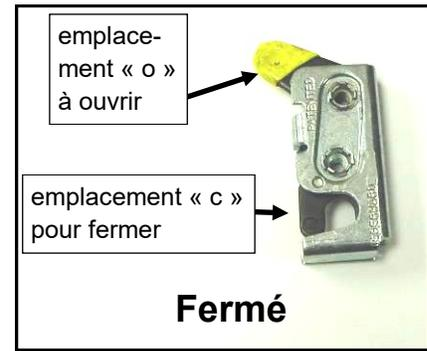

Fig. 4.4 (loquet fermé)
4.4 Conseil : l'enlèvement de tout composant qui a des loquets peut être facilité pour une seule personne si le loquet est ouvert pour désengager la goupille de réception, puis fermé manuellement comme indiqué dans la fig. 4.4 de sorte que le poids du composant ne provoque pas le loquet à se réengager continuellement sur la goupille du récepteur lorsque vous essayez de travailler de l'autre côté du véhicule par vous-même. Poussez à l'endroit « c » pour fermer et tirer à l'emplacement « o » pour ouvrir. Assurez-vous d'ouvrir les loquets avant de les réinstaller.